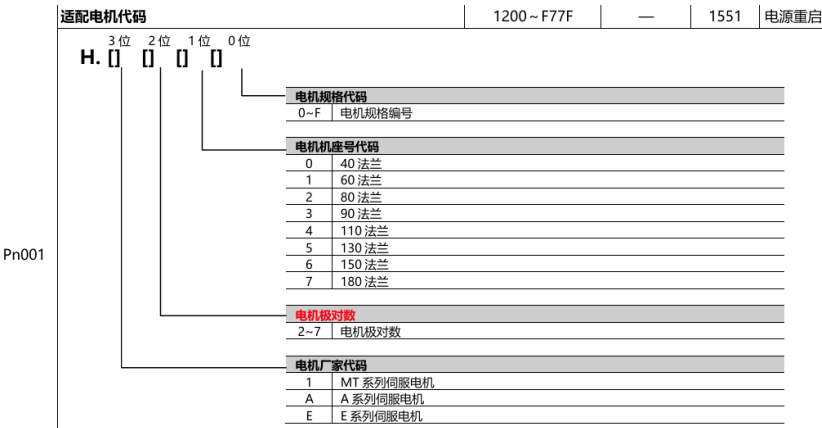

图 7.2.1-1
- 3、**驱动侧**：设定电机型号参数 Pn001，每位参数的具体定义如图 7.2.1-1 所示，常用电机型号对照表如图 7.2.1-2 所示。**也可在系统端设定，设定完成后需断电重启才可生效。**